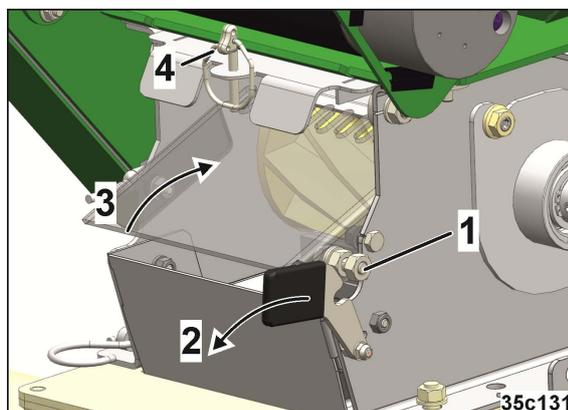
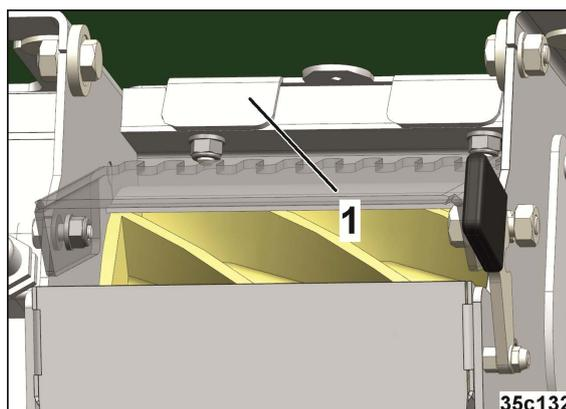

Fig. 46
Fig. 47
1. Soltar la tuerca (Fig. 46/1) y la protección (Fig. 46/2).
2. Bascular hacia dentro la mirilla de inspección (Fig. 46/3).
3. Retirar el pasador de clavija (Fig. 46/4).
4. Desplazar la trampilla (Fig. 47/1) hasta el tope en el dosificador.
9. Abrir todas las trampillas (Fig. 47/1) y asegurarlas (pasador de clavija Fig. 46/4).